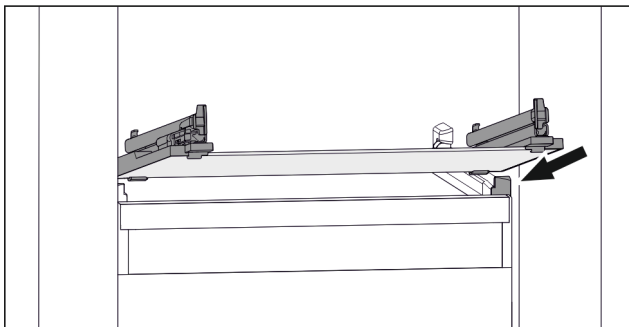

Fig. 66 Beispielhafte Darstellung der Glasplatte
- ▶ Glasplatte schräg hinter den Stopperr aufsetzen. (siehe Fig. 66)